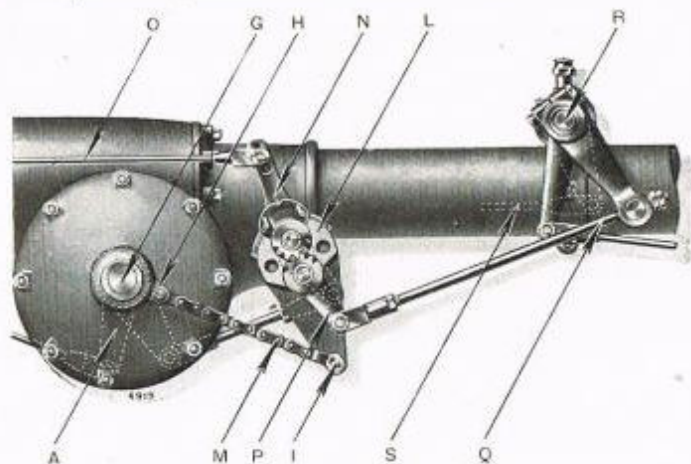

Fig. 34. — Commandes du servo-frein.
a) **Servo-frein 1^{er} type.** — Enfoncez le bouton à crans U (fig. 34) d'arrêt du boîtier V, jusqu'à ce que les crans du bouton soient dégagés de leur logement, et tournez le boîtier V dans le sens des aiguilles d'une montre pour arriver à rapprocher le plateau D du plateau entraîneur, de la quantité désirée.